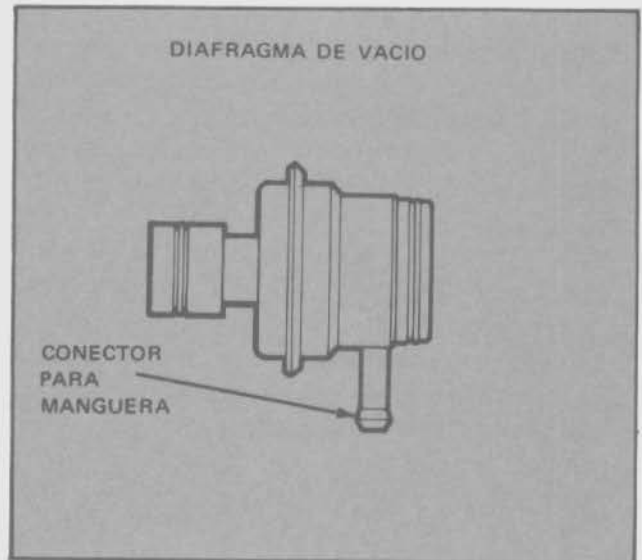

Fig. 10 - Unidad de vacío
- Verificar que mantenga el vacío aplicado. Caso contrario reemplazar la unidad (Fig. 10).